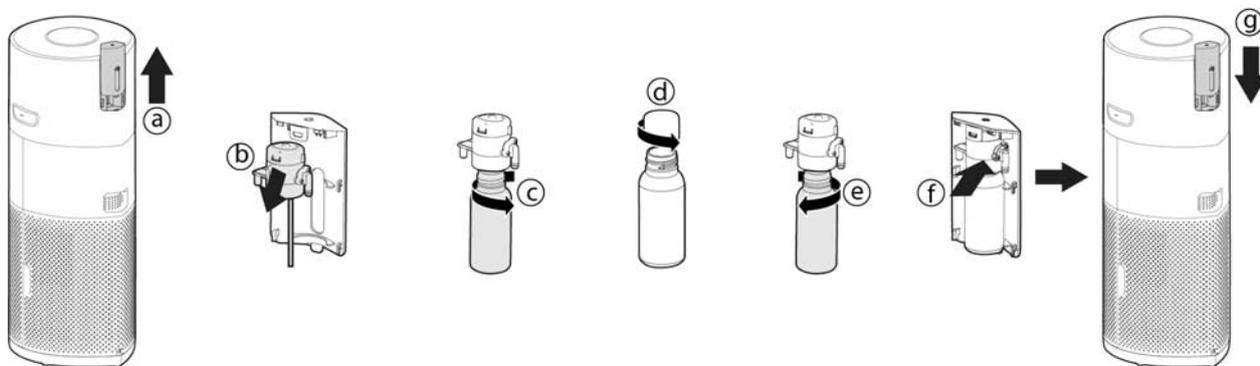

Рис. 18
Замена бутылочки диффузора: [Рис. 18]
- Снимите крышку диффузора с прибора. [Рис. 18а]
- Снимите блок диффузора с бутылочкой с крышки диффузора. [Рис. 18б]
- Открутите и снимите пустую бутылочку и выбросьте ее. [Рис. 18с]
- Выньте новую бутылочку H-Essence или H-Biotics из упаковки и снимите крышку. [Рис. 18д]
- Плотно закрутите новую бутылочку в блок диффузора. [Рис. 18е]
- Установите блок диффузора на крышку диффузора. [Рис. 18ф]
- Установите крышку диффузора на H-Purifier. [Рис. 18г]